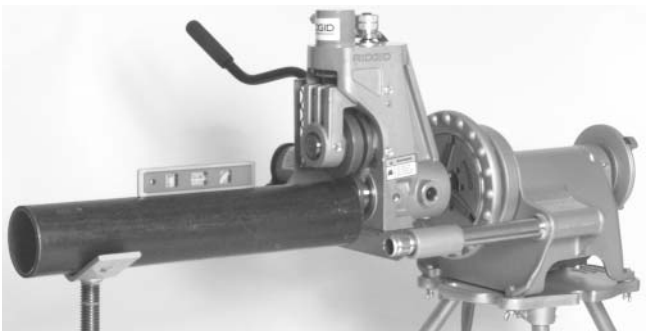

Figura 11 – Nivelación del tubo sobre el portatubos y en la Ranuradora 918
4. Nivele el tubo ajustando el portatubos (Figura 11).